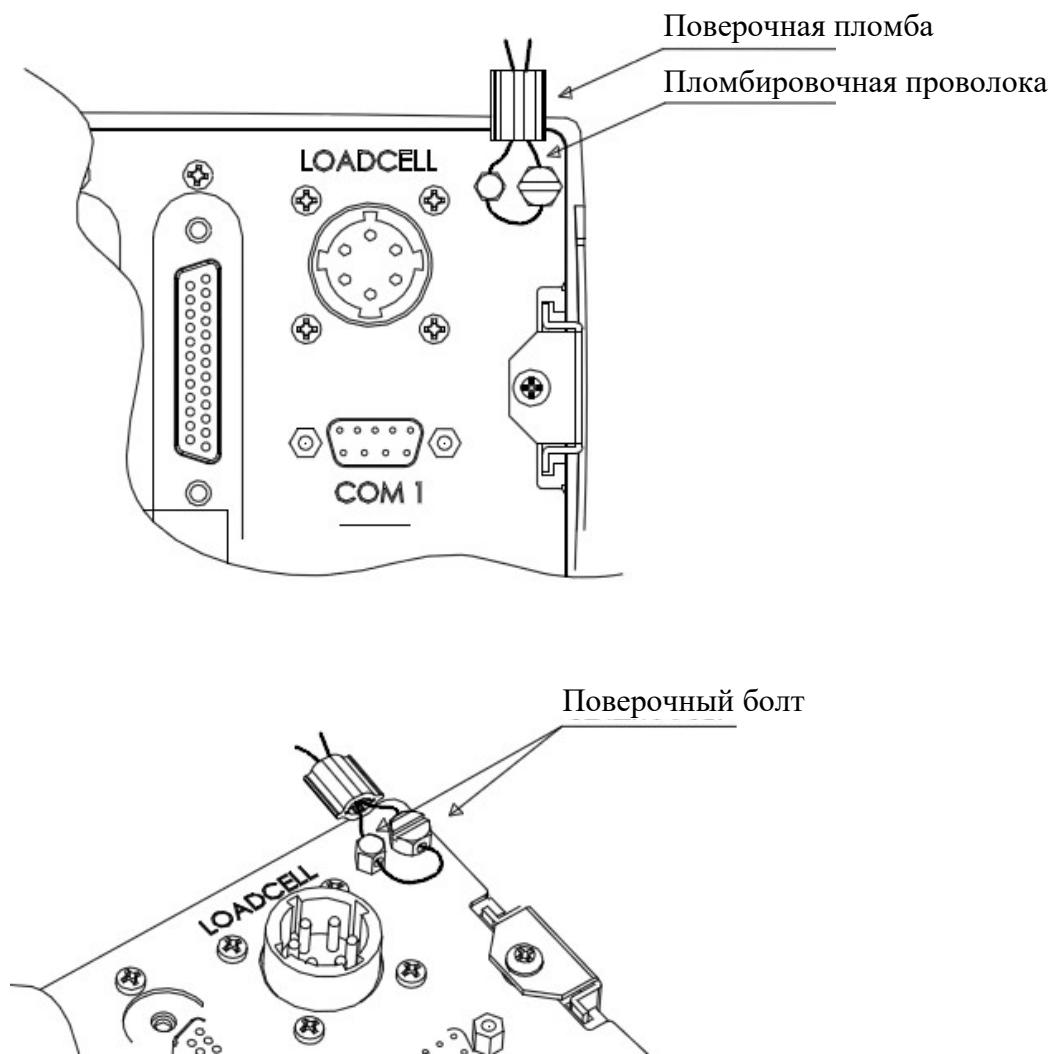

Рисунок 8.1 Соединитель JP1
- Снимите элементы корпуса, насколько это необходимо для доступа к плате, показанной на рисунке 8.2. В том числе для этого необходимо выкрутить поверочный болт, расположенный на задней стенке индикатора (см. рисунок 8.1). Будьте внимательны: повреждение элементов пломбирования означает несанкционированный доступ к метрологическим настройкам весоизмерительной системы.